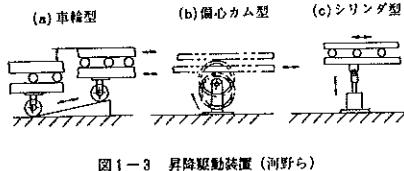

図1-3 昇降駆動装置(河野ら)
この図では実線で固定ビームを、破線で移動ビームを示している。まだ固定ビーム上にあるスラブは、移動ビームの上昇運動により固定ビームから離れて持ち上げられ、ついで前進運動にて1ストローク分だけ抽出方向へ前進する。ここで移動ビームは下降運動に移り、前進したスラブは固定ビームの上に乗る。このときスラブは①の箇所から②の箇所へ移動している。移動ビームは更に下降を続けて、下限に達すると元の位置に戻る。このサイクルを繰返せばスラブはスキッド上を①②③④と位置を変え前進できる。移動ビームの前進・後退の運動は、ローラの上に乗ったウォーキングフレームの下部に設置した油圧シリンダや電動スクリュで駆動する方式をとっている。図1-3は昇降駆動装置の代表的な例を示したものである。